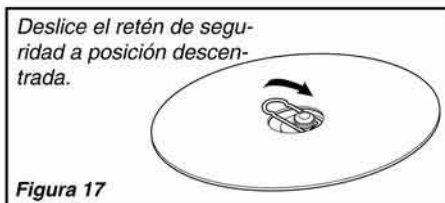

Figura 17
4. Deslice el disco sobre el retén de seguridad y sobre el borde del sujetador A. Consulte la figura 17.